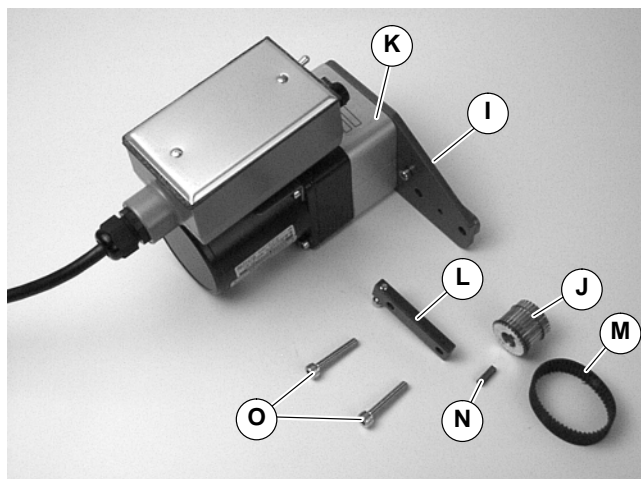

Abbildung 2
1. Typische Bauteile (Abbildung 2).